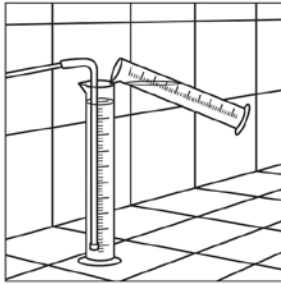

Bild 4
- Die Mensur mit Konzentrat bis zur 250 ml-Marke auffüllen (Bild 4).